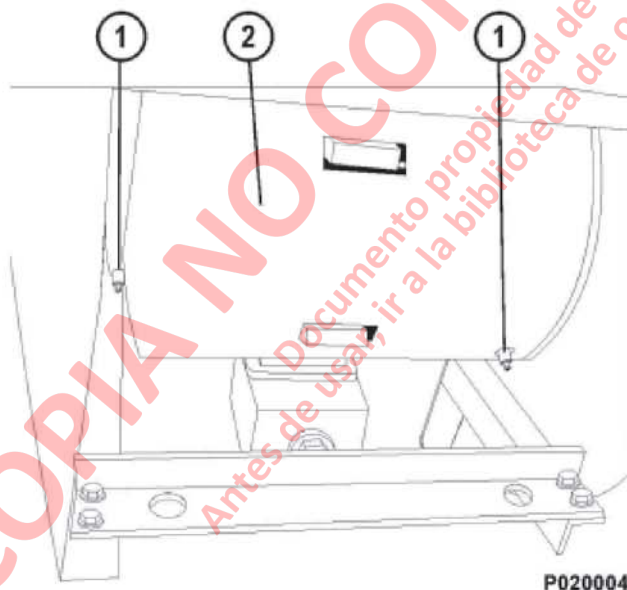

Fig. 4-1 – SOPLADOR AUXILIAR
Aplique unos pocos bombeos de grasa a los rodamientos del soplador. Hay dos graseras (1, fig. 4-1) ubicadas en el soplador auxiliar (2).